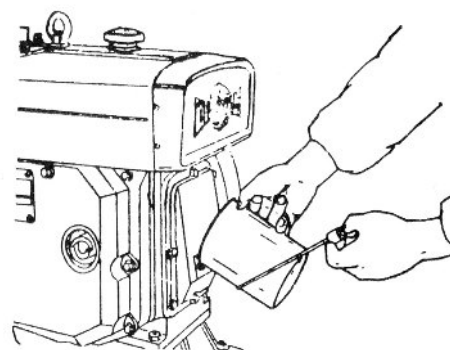
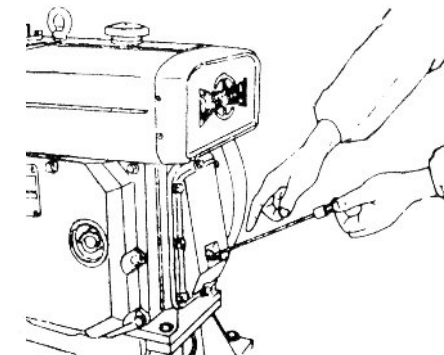

Fig. 1 - Colocando óleo no Cárter.
Fig. 2 - Medindo o nível de óleo na vareta.
(2) Tire a vareta do nível de óleo do cárter e coloque aproximadamente 2,5 litros de óleo lubrificante (Fig.1). O nível de óleo ideal fica entre a marca superior e a inferior que está marcado na vareta (Fig.2). Abastecer com o mesmo óleo lubrificante o filtro de ar até a linha marcada.